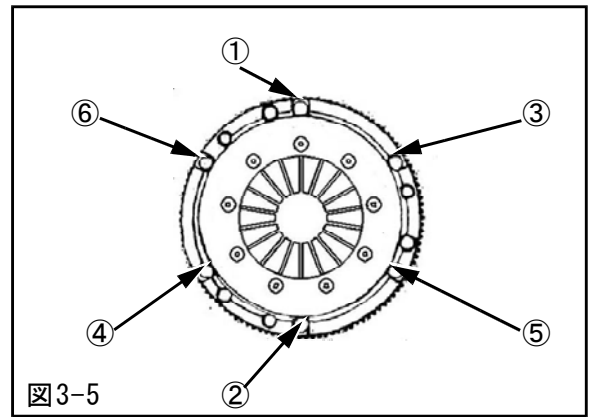

図3-5
- (6) 専用工具(クラッチディスクガイド)を使用し、クラッチカバーAssyのセンター出しを行なってください。クラッチカバーボルトを図中の番号順(対角線上)に均等に締込んだ後に、規定トルクで締付けてください。(図3-5)